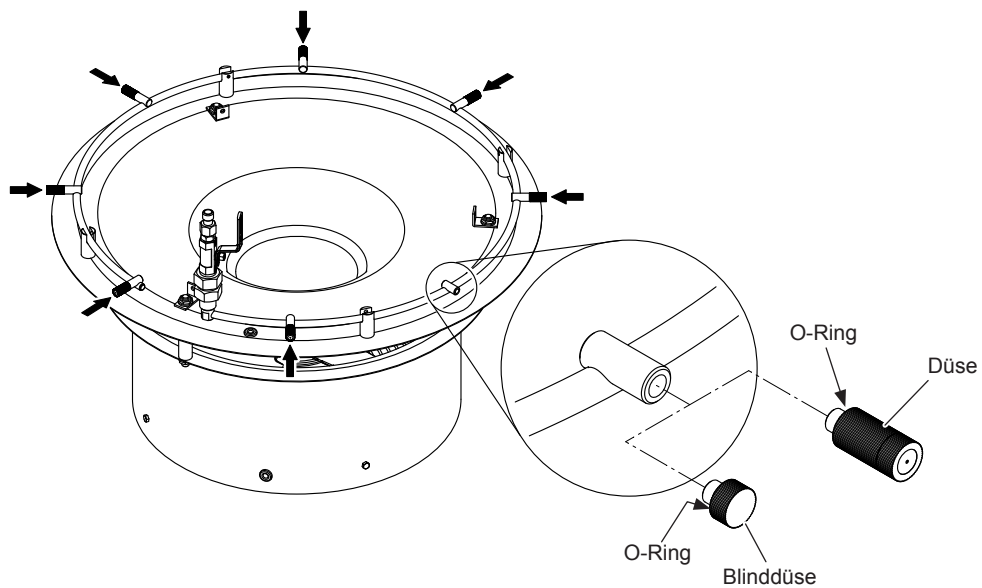

Abb. 27: Düsen einbauen
3. Schrauben Sie die Düsen, wie in Abb. 27 gezeigt, in die Düsenadapter des Verneblers Condair Vita Space ein und ziehen Sie die Düsen von Hand fest.
Wichtig: Düsenöffnungen, die zu einer Wand weisen, die sich näher als 3 m zum Condair Vita Space befindet, müssen mit einer Blinddüse verschlossen werden (siehe Abb. 27).